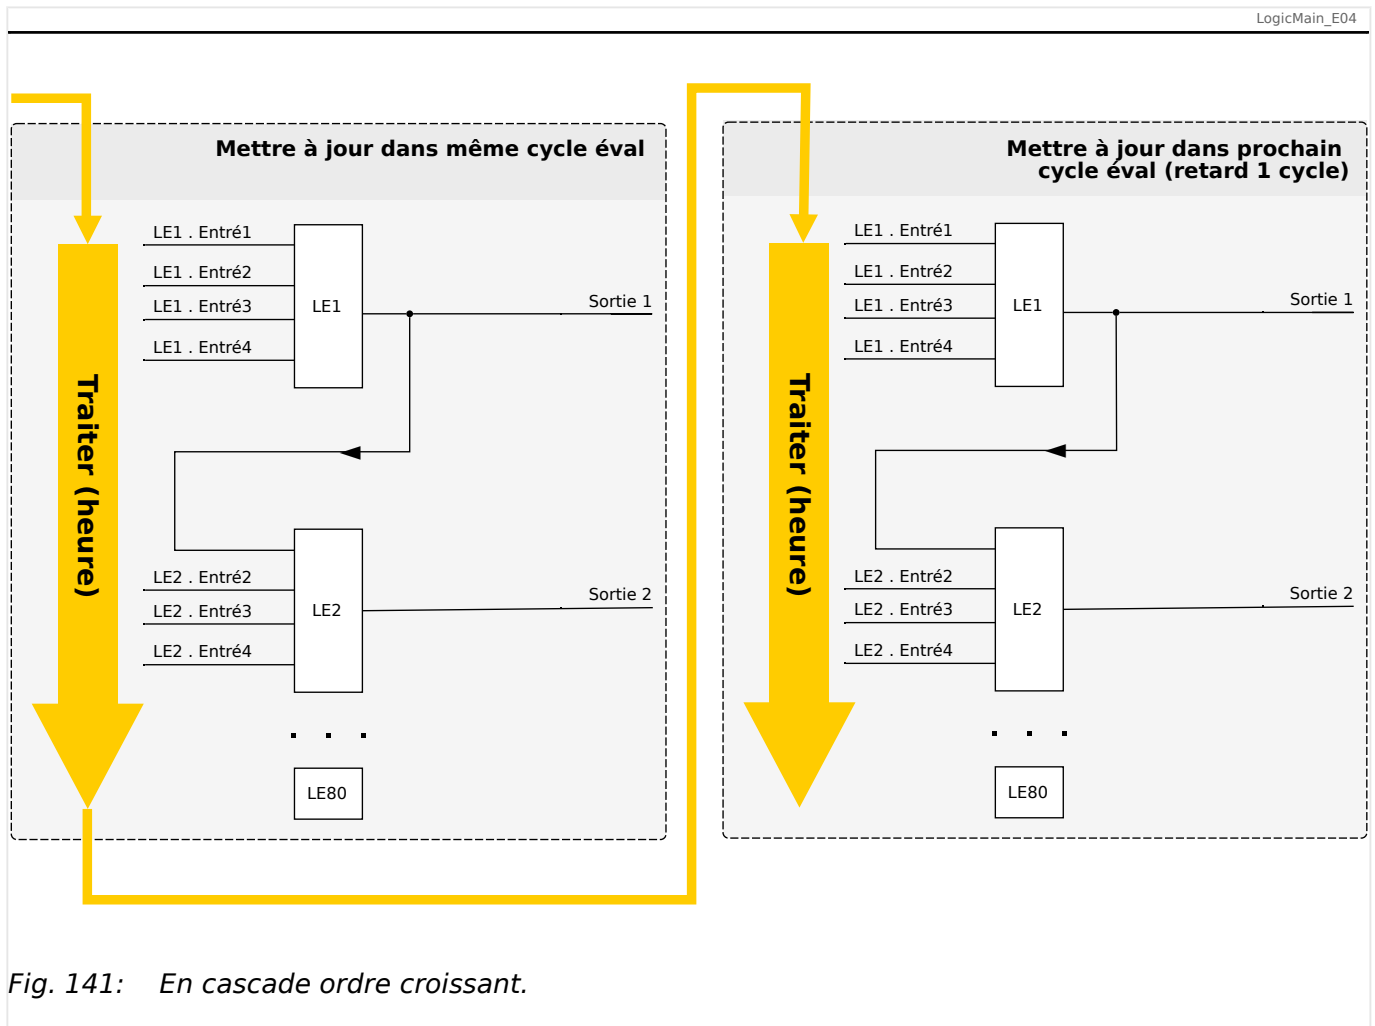
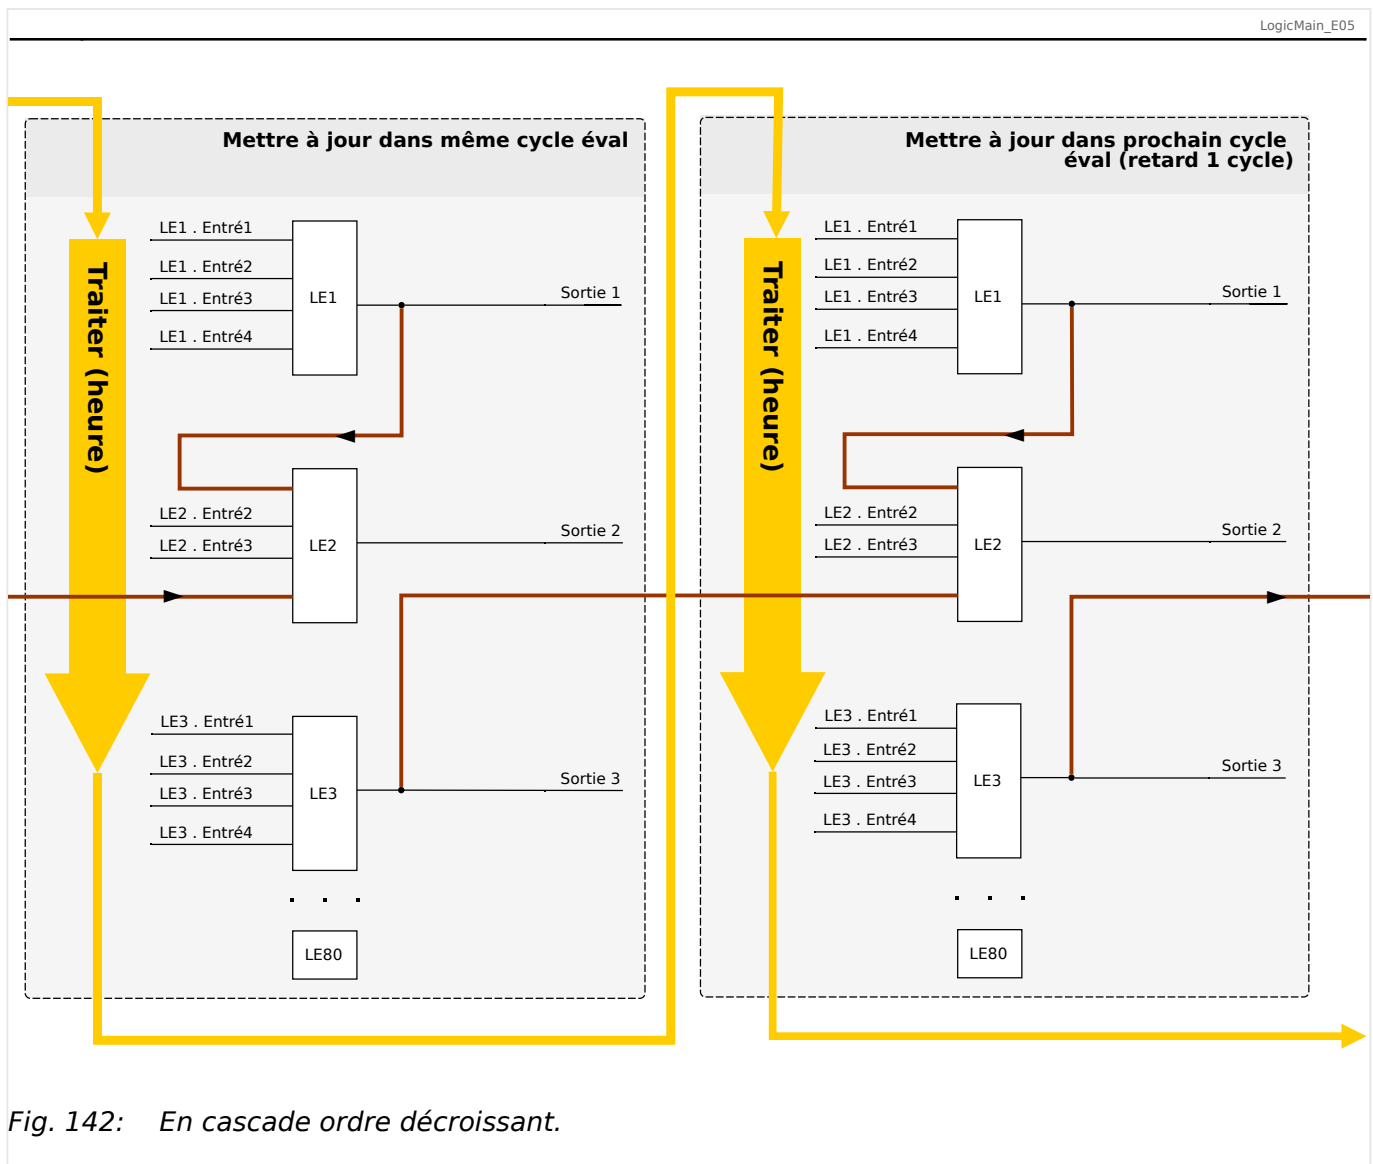

Fig. 141: En cascade ordre croissant.
Fig. 142: En cascade ordre décroissant.
- Dans une séquence **ascendante**, certaines sorties sont injectées en entrée dans une équation logique portant un numéro **plus élevé**. Par exemple, le schéma  Fig. 141 ci-dessous indique que le résultat de l'équation logique LE1 est utilisé en tant qu'entrée de l'équation logique LE2.
- Dans une séquence **descendante**, certaines sorties sont injectées en entrée dans une équation logique portant un numéro **plus bas**. Par exemple, le schéma  Fig. 142 indique que le résultat de l'équation logique LE3 est utilisé en tant qu'entrée de l'équation logique LE2.
Les séquences ascendantes et descendantes peuvent être utilisées et combinées les unes avec les autres, sans différence immédiate. Toutefois, en raison de l'évaluation de toutes les équations par ordre ascendant, les valeurs de temps de fonctionnement réelles qui sont injectées en entrée d'une équation auront un « âge » différent, comme on peut le voir dans  Fig. 141 et  Fig. 142 ci-dessous.
Dans l'exemple présenté dans Fig. 142 ci-dessus, l'équation logique « 2 » utilise les états de sortie de deux autres équations, les équations logiques « 1 » et « 3 ». Le résultat de l'équation logique « 1 » est utilisé dans l'ordre ascendant. Il a par conséquent été évalué au cours du même cycle de traitement. Le résultat de l'équation logique « 3 » est utilisé dans l'ordre descendant. Il a par conséquent été évalué au cours du cycle de traitement précédent.